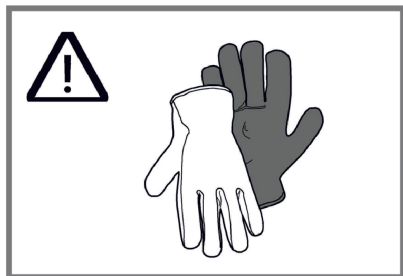

Fig. 6
- Der kan være skarpe kanter, der anbefales derfor brug af beskytteshandsker ved montering (Fig. 6).